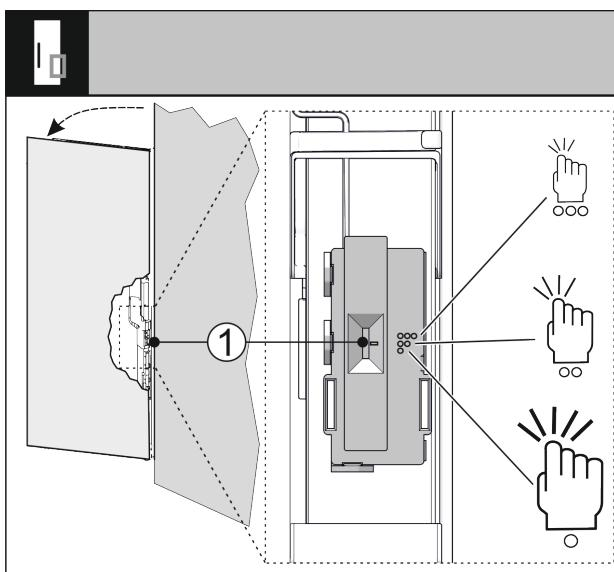

Fig. 71
Osjetljivost senzora kucanja možete namjestiti sklopkom Fig. 71 (1). Sklopka se nalazi na strani šarke na donjoj trećini vrata.
- Gurnite sklopku Fig. 71 (1) u željeni položaj sklopke.